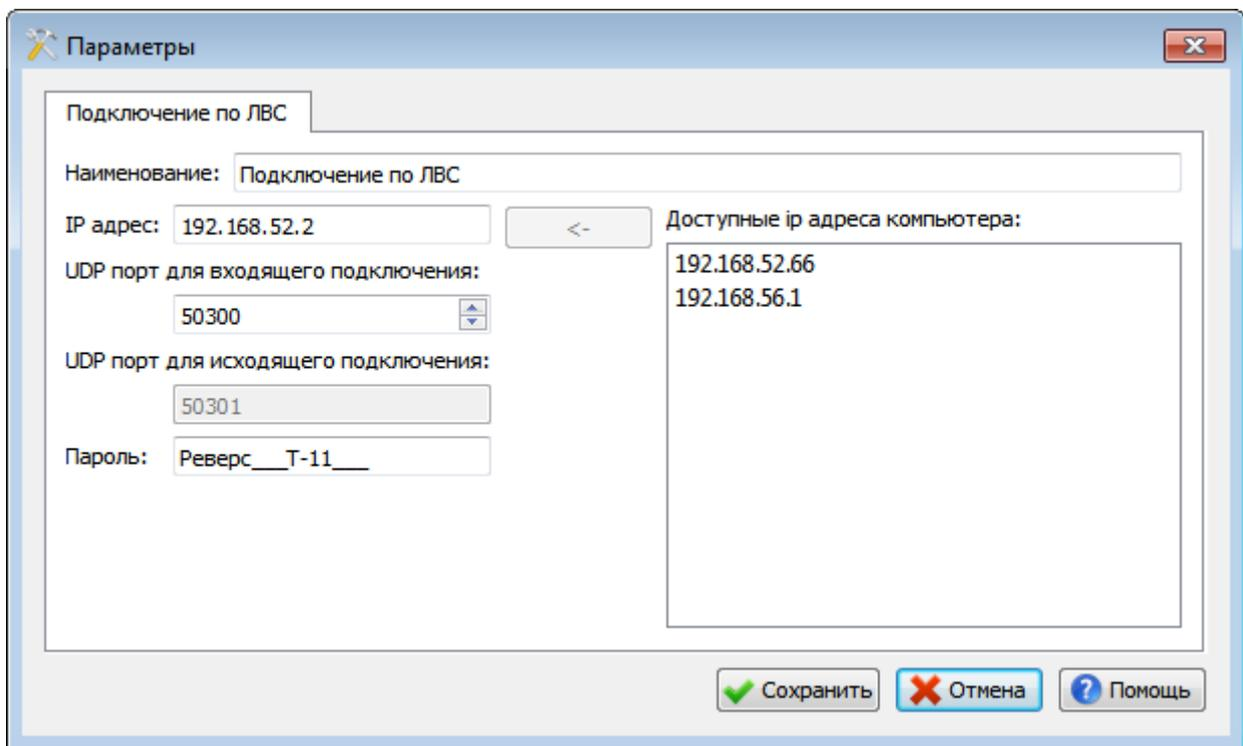

Рис. 32
- В этом окне выберите из выпадающего списка значение «Подключение по ЛВС» и нажмите кнопку «Сохранить». На экране появится окно «Параметры», служащее для настройки параметров подключения (Рис. 32).
Новый пароль, установленный в окне «Параметры» подключения по ЛВС (Рис. 32), будет загружен в контроллер после установки сетевых параметров.